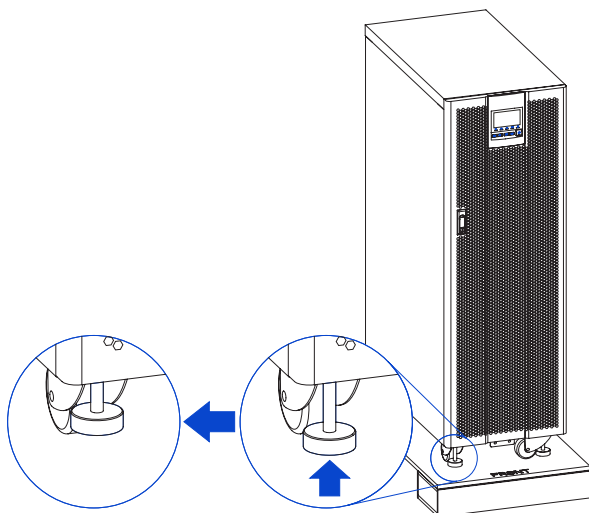

Figura 3-6 Ajuste los pies de apoyo
6. Afloje el freno de todas las ruedas o eleve los 4 pies de apoyo (como se muestra en la figura 3-6).